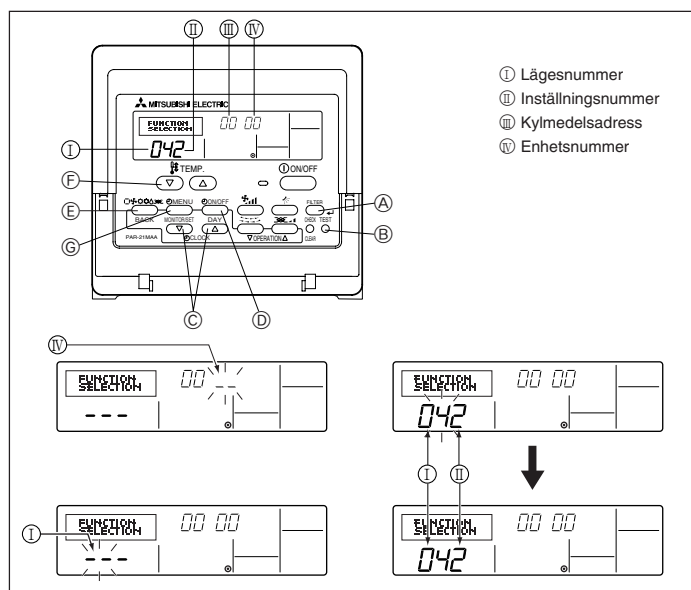

Fig. 6-8
1) För ledningsdragen fjärrkontroll (Fig. 6-8)